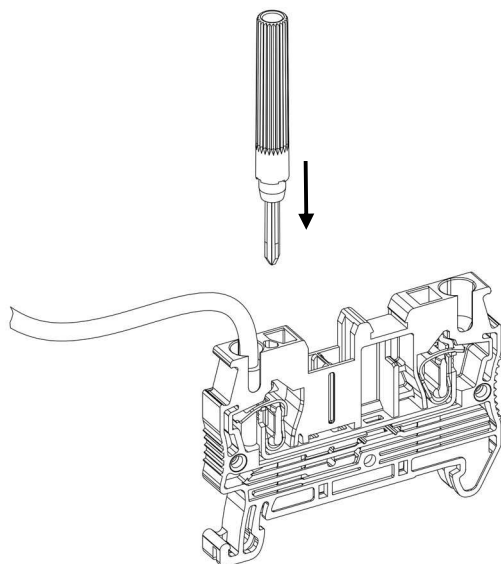
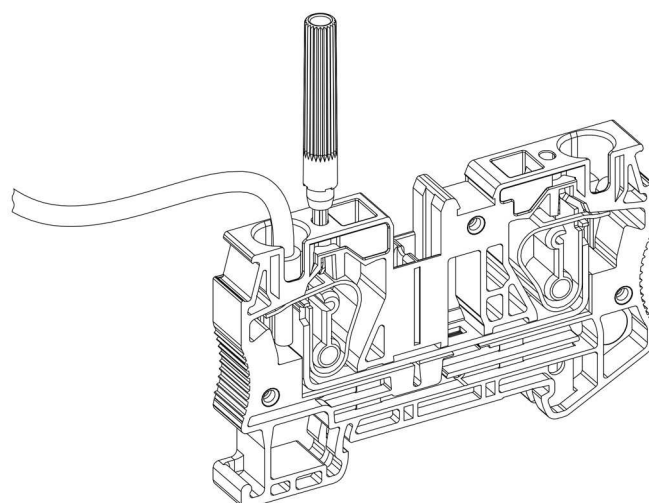

Рисунок 30 - установка тестового щупа в функциональное отверстие клеммы сечением 2,5 мм²
Рисунок 35 - тестовый щуп, установленный в функциональное отверстие клеммы сечением 6 мм²
- Для установки тестового щупа, вдавите его до упора в функциональное отверстие, при его наличии (рис. 30 – рис. 35).